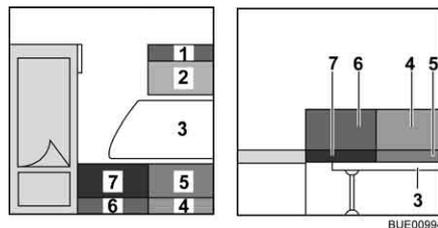

Fig. 82 Durante la trasformazione
- Rimuovere i cuscini dello schienale (Fig. 82,1, 4 e 6) e riporli.